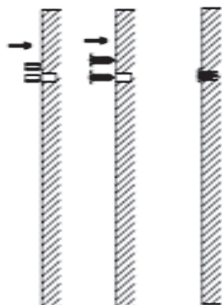

FIGURA 7
1. Faça dois furos com a mesma altura a 2100 mm do solo, com uma profundidade de 40 mm e espaçamento de 40 mm, conforme se pode observar na Figura 7.